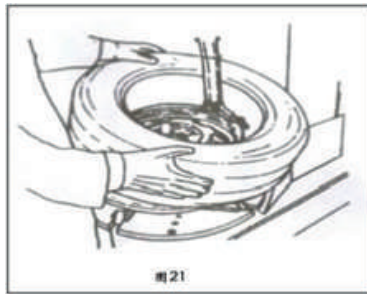

Fig. 22
- Passe líquido lubrificante ou líquido detergente ao redor da borda. Incline o pneu contra o aro e mantenha a extremidade dianteira para cima. Pressione para baixo o eixo sextavado para mover o braço de desmontagem até contactar o aro e a trave. A borda esquerda acima da traseira da ferramenta de desmontagem e a borda direita ficarão posicionadas debaixo da extremidade dianteira da ferramenta de desmontagem (*Fig 22*). Gire a mesa giratória no sentido horário para guiar a borda inferior para dentro da fenda de separação do pneu.